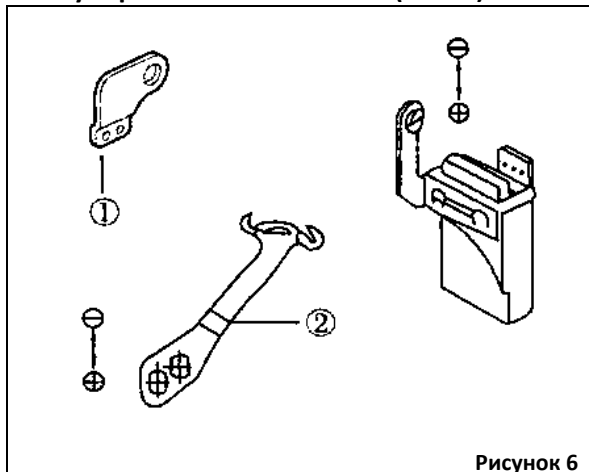

Рисунок 6
- Узел натяжения ① используется для регулировки двойной цепочки игольной нити или левой оверлочной игольной нити.
- Узел натяжения ⑤ используется для регулировки двойной цепочки нити петлителя.
- Узел натяжения ② используется для регулировки оверлочной игольной нити.
- Узел натяжения ③ используется для регулировки нити верхнего петлителя.
- Узел натяжения ④ используется для регулировки нити нижнего петлителя.
2. Регулировка игольной нити (Рис. 6)